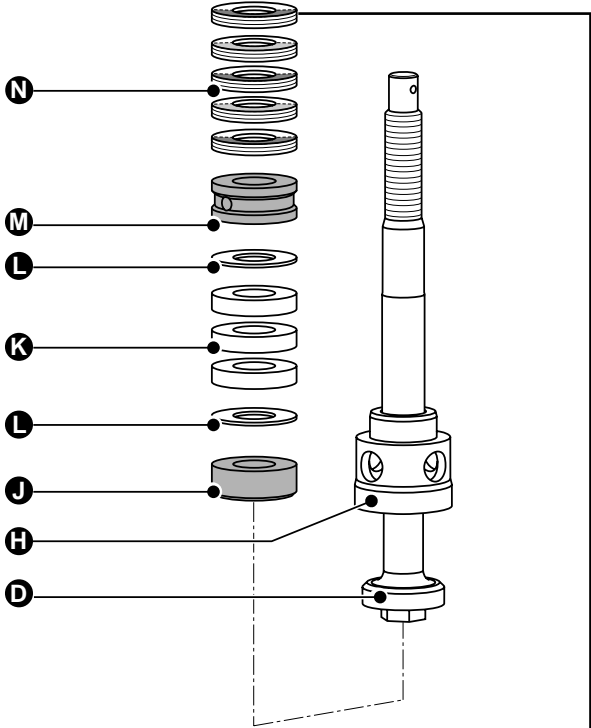
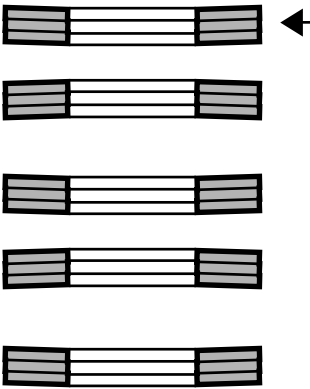

Fig. 5
Fig. 6
16. Stopfbuchs-Innenteile in Reihenfolge einsetzen. **Fig. 5, Fig. 6**
19. Stopfbuchs-Innenteile in Reihenfolge einsetzen. **Fig. 5, Fig. 6**